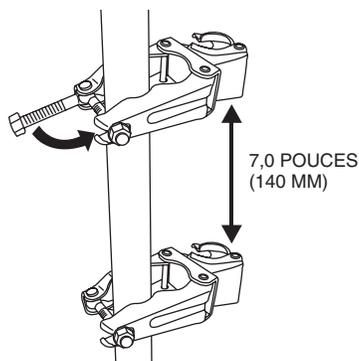

Figure 12. Distance entre les colliers de serrage
3. Fixer l'autre collier de serrage au mât de support externe à environ 7 pouces (140 mm) en-dessous du collier installé auparavant. Voir Figure 12 si des mâts de supports externes sont utilisés, un deuxième mât sera nécessaire.